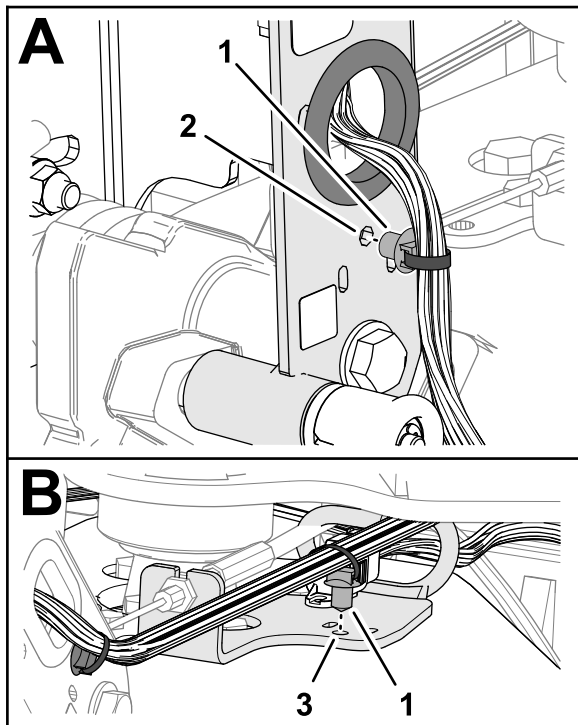

Figura 10
- Introduceți ancora cu fixare prin împingere a cablajului mainii în orificiul din canalul barei de ghidare (Figura 10).